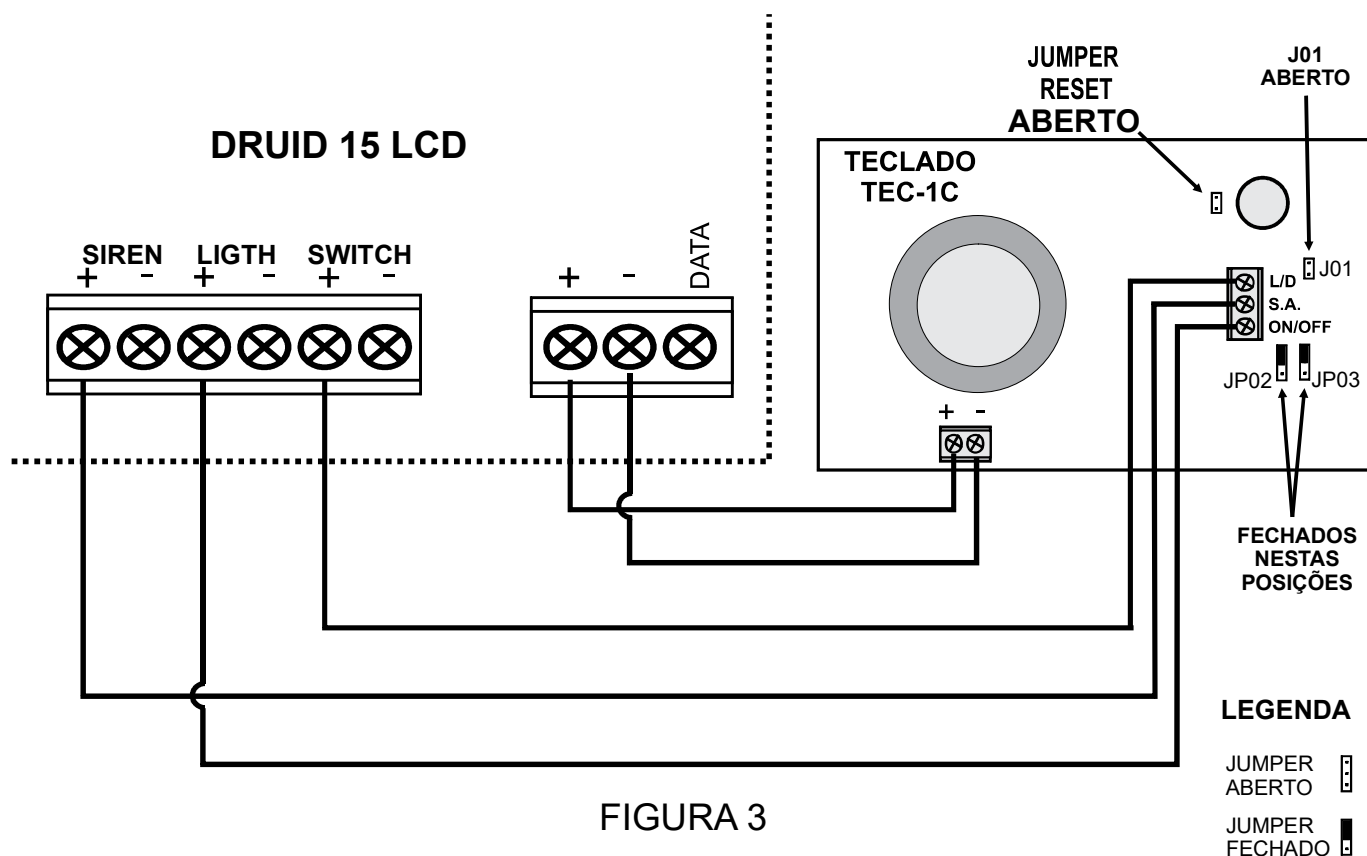

FIGURA 3
C.2 - Efetue inicialmente a ligação da fiação de comando, ou seja, interligue os bornes L/D, S.A. e ON/OFF do teclado com os respectivos bornes do eletrificador, conforme exemplificado na figura 3.
C.3 - Efetue a interligação da fiação de alimentação do teclado com os bornes + e - (KEYPAD) do eletrificador, conforme exemplificado na figura 3.
C.4 - No teclado, feche os jumpers JP02 e JP03 nas posições indicadas na figura 3 e abra o jumper J01.